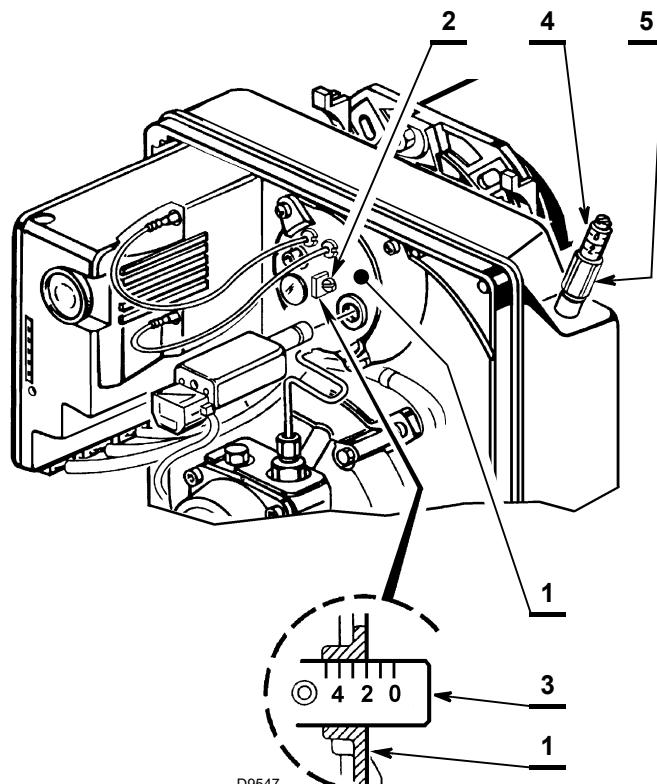

Fig. 11
- tourner la vis de réglage 2)(Fig. 11) dans le sens des aiguilles d'une montre ou dans le sens inverse, jusqu'à ce que l'encoche sur la bride de réglage 3)(Fig. 11) corresponde au plan externe du groupe porte-gicleur 1)(Fig. 11).
- Desserrer l'écrou 5)(Fig. 11) et régler le volet en jouant sur la vis 4)(Fig. 11).